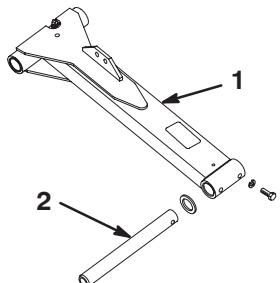

Figure 4
- Insérez une tige de pivot dans le bras de relevage gauche et alignez les trous de fixation (Fig. 4).